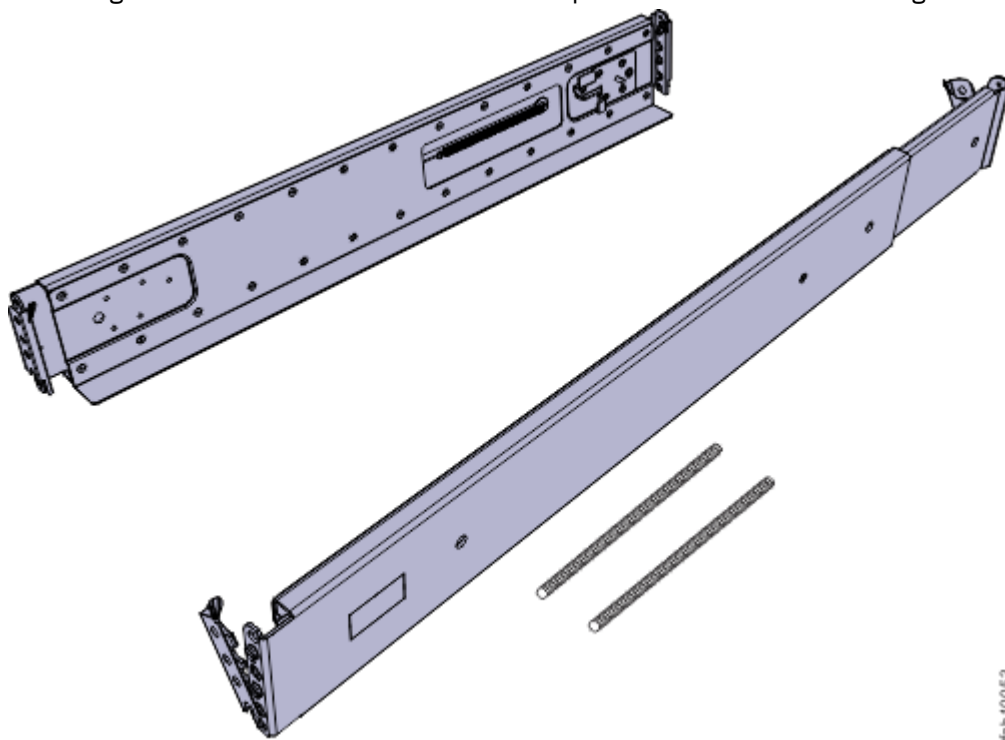

Figura 35. Trilhos de suporte do gabinete de expansão
1. Localize os trilhos do gabinete de expansão (Figura 35 na página 31).